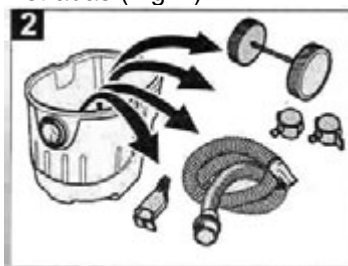

Fig. 2
- Saque Ud. cada una de las piezas suministradas (Fig. 2).